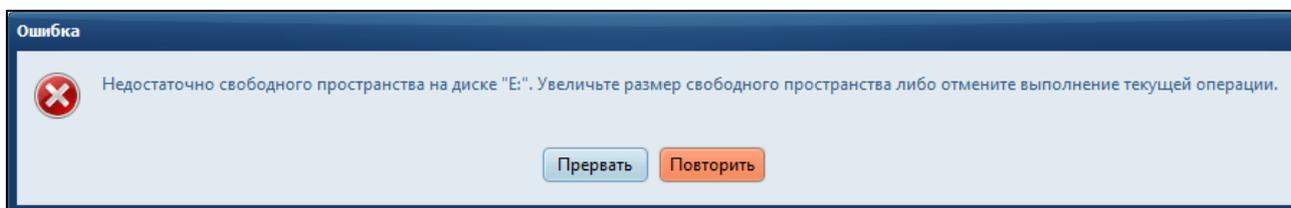

Рисунок 65 – Сообщение о нехватке свободного пространства на этапе контроля логической целостности
**Внимание!** При недостатке свободного пространства на логическом диске в процессе выполнения контроля логической целостности МоКод выдаст соответствующее сообщение (Рисунок 65). Оператору необходимо обеспечить свободное пространство на логическом диске, достаточное для обработки файлов, добавленных в сеанс контроля, либо уменьшить их количество (п. 3.2.2 «Выбор расположения файлов для контроля»).